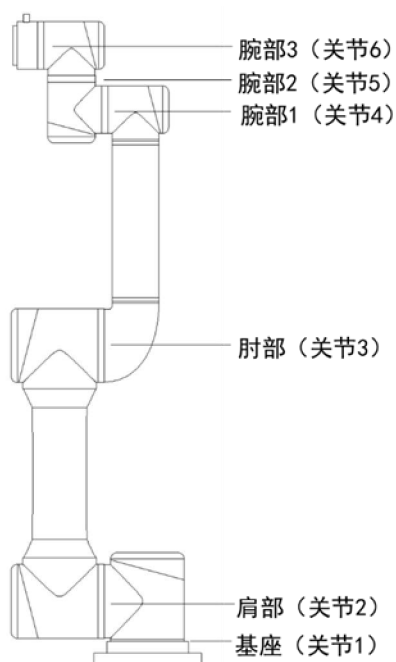

图 2-2 机器人关节示意图
AUBO-iS(FT) 系列机械臂模仿人的手臂，共有 6 个旋转关节，每个关节表示一个自由度。如图 2-2 所示，机械臂关节包括基座（关节 1）、肩部（关节 2）、肘部（关节 3）、腕部 1（关节 4）、腕部 2（关节 5）、腕部 3（关节 6）。基座用于机械臂本体和底座连接，工具端用于机械臂与工具连接。肩部和肘部之间以及肘部和腕部之间采用臂管连接。通过示教软件界面或拖动示教，用户可以控制各个关节转动，使机器人末端工具移动到不同的位姿。